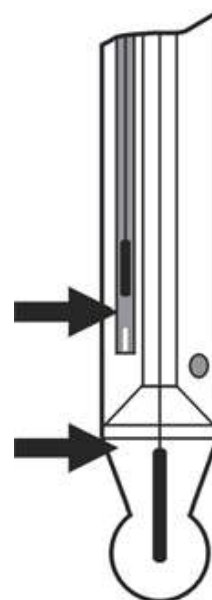

Рис. 3
4.5 Убедиться в отсутствии воздушных пузырей в местах показанных стрелками на рис.3 и при необходимости удалить их встряхиванием (как